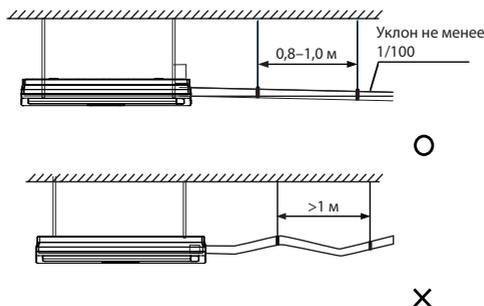

Рис. 7.1
4. Чтобы предотвратить течение воды обратно внутрь кондиционера при выключении системы, дренажная труба воды должна иметь уклон наружу (к стороне слива) более 1/100. Дренажная труба воды не должна провисать и накапливать воду, в противном случае будут возникать посторонние шумы. См. рисунок 7.1.
5. При соединении дренажного трубопровода воды не прикладывайте силу, чтобы протянуть трубы, в противном случае соединения трубопровода всасывания воды ослабнут. В то же время, чтобы предотвратить изгиб труб дренажа воды, предусмотрите опоры через каждые 0,8–1 м. См. рисунок 7.1.